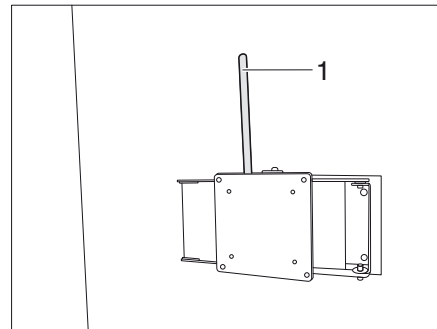

Bild 140 Fäste med ledad arm (variant 4)
- Dra i spaken (Bild 140,1).
- Skjut tillbaka spaken (Bild 140,1) till utgångsläget igen för att spärra.